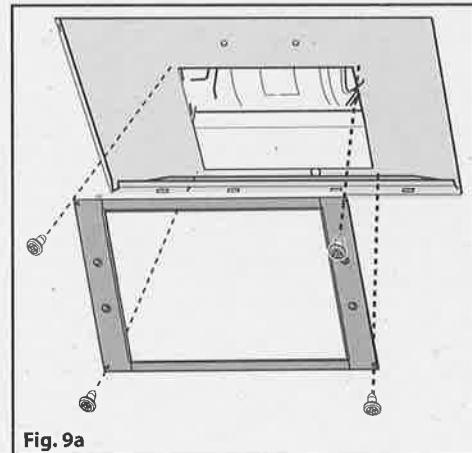

Fig. 9a
- Se nel nell'imbalo trovate una staffa come quella indicata in **Fig.9a** occorre fissarla alla cappa tramite le viti in dotazione.